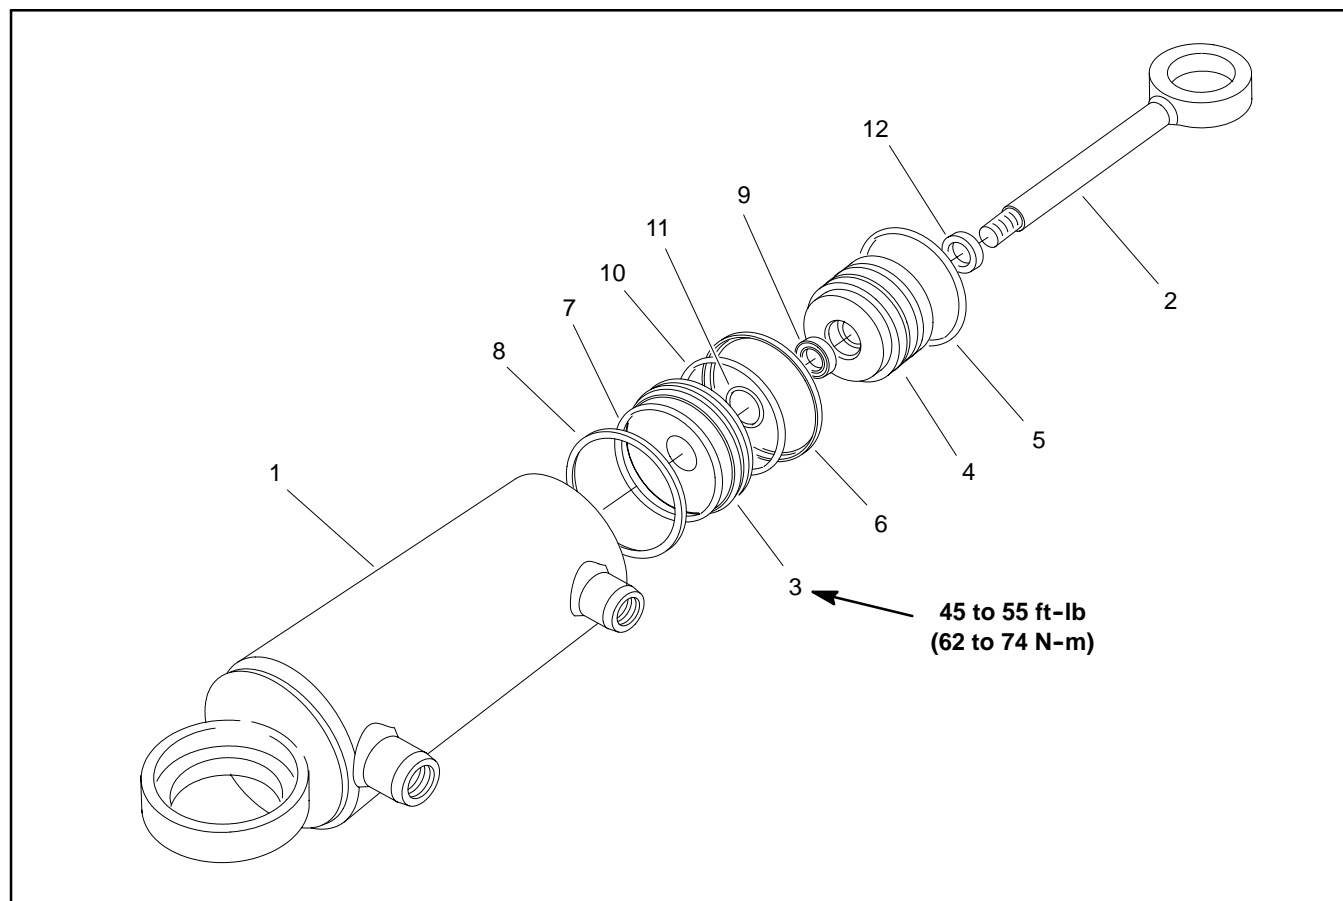

Figure 88
**Disassembly (Fig. 88)**
**Assembly (Fig. 88)**